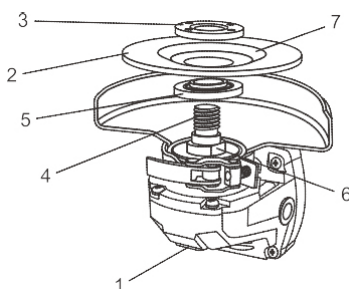

Fig. 5
2. Appuyez sur le bouton de verrouillage du mandrin (1) et tournez le disque de meulage (2) jusqu'à ce que le mandrin se verrouille (Fig. 5).
3. Saisissez le disque de meulage et tournez-le dans le sens contraire des aiguilles d'une montre. Une fois que le disque de meulage et la bride extérieure du disque (3) sont desserrés, continuez à tourner la bride extérieure du disque dans le sens contraire des aiguilles d'une montre à la main jusqu'à ce qu'elle soit retirée du mandrin (4).